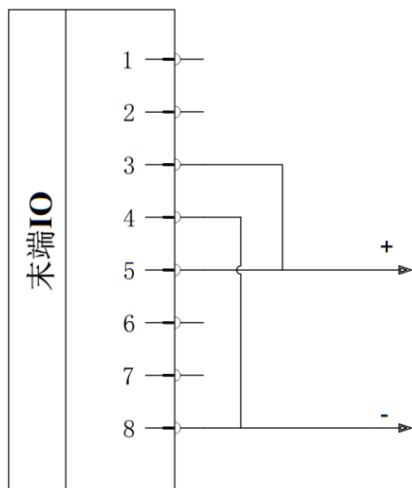

图 2-45: 双针模式 1 接线
- 接线方法：如图 2-45所示，将电源线（5 棕色）与 TI3/TO3/PWR2 线（3 橙色）连接，接地线（8 蓝色）与 TI2/TO2/GND2 线（4 黄色）连接。